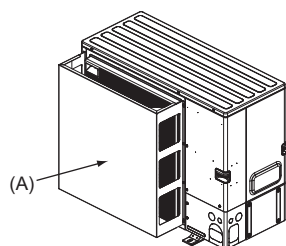

Fig. 2-5
- (2) Installer en valgfri luftledeskærm, hvis enheden installeres på et sted, hvor kraftig vind fra en storm eller lignende kan blæse direkte ind i luftudgangen. (Fig. 2-5)